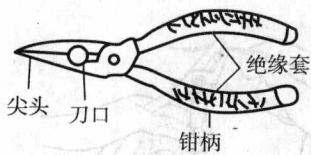
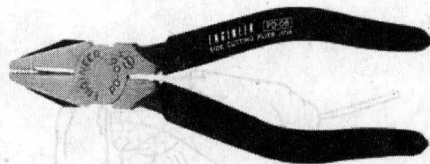

图 1-1-17 钢丝钳 1
图 1-1-18 钢丝钳 2
1. 对比：图 1-1-17 与图 1-1-18 所示钢丝钳的各部分名称有什么不同？
2. 图 1-1-18 所示钢丝钳可以实现哪些功能？